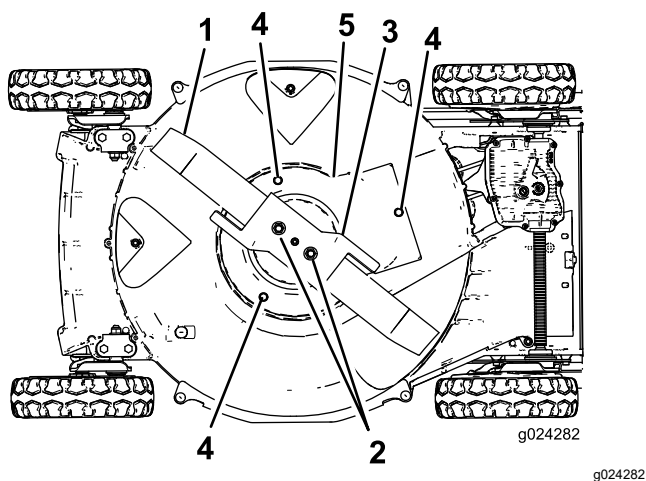

Figura 38
6. Retire las 2 tuercas de la cuchilla, el acelerador y la cuchilla (Figura 38).
7. Retire los tornillos que sujetan el protector del embrague de freno de cuchilla a la carcasa de corte (Figura 38).